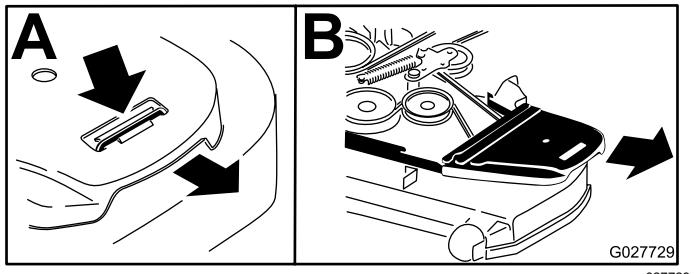

Figure 92
5. Retirez le couvercle de courroie en plastique (Figure 92).
4. Déposez les protège-courroies (Figure 92).